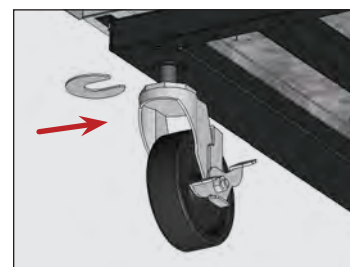

Fig. 9. Insérez la/les cale(s) de roulette. Veillez à serrer la tige de roulette.
5. À l'extrémité inférieure de l'appareil, desserrez suffisamment le boulon à roulette pour coulisser les cales de roulette fournies entre le roulement de la roulette et le rail inférieur de l'appareil. Voir fig. 9.
6. Posez le nombre de cales souhaité. Voir fig. 9.